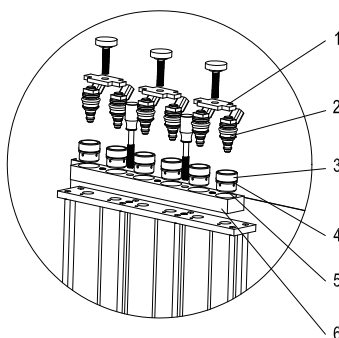

Fig. 06
- Choisissez des connecteurs appropriés pour l'injecteur d'alimentation latérale (3) et le joint torique, et installez-les ensemble (n'oubliez pas d'appliquer un peu de graisse.)
- Installez la plaque transversale (1) et serrez-la avec des boulons.
- Installez le distributeur de carburant et l'injecteur sur le support du distributeur de carburant et serrez-les avec deux vis à six pans creux (noires). Voir la figure 06.